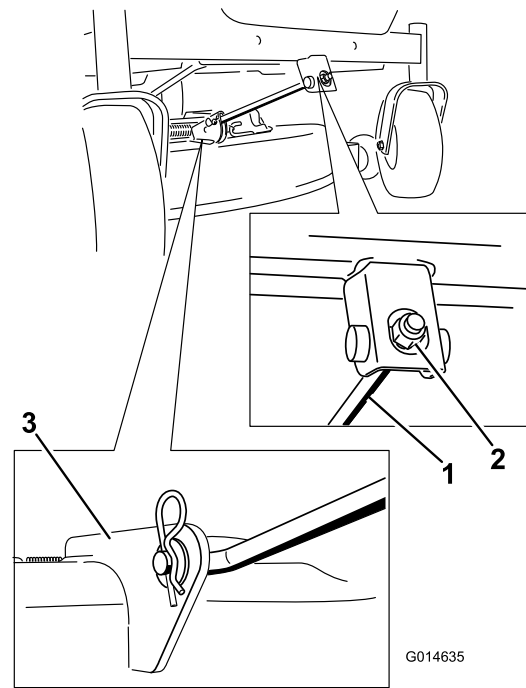

Figure 67
4. Retirez la goupille fendue de la tige de support avant et déposez la tige du support de tablier (Figure 67).
- Fixez la tige de support avant au tablier de coupe à l'aide de l'axe de chape et de la goupille fendue (Figure 67).